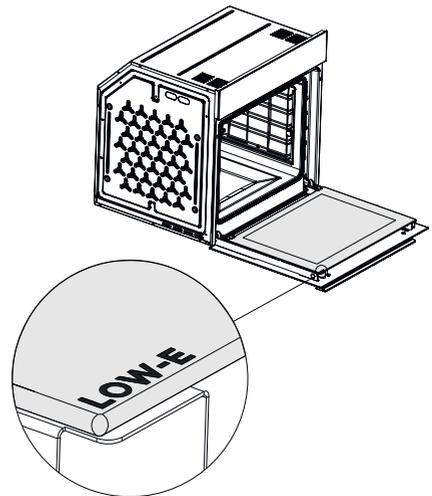

Fig. 24
*Al estar la puerta de su horno en posición horizontal, la inscripción LOW-E en el vidrio interior de la puerta de su horno será como se muestra en (Fig. 24)*